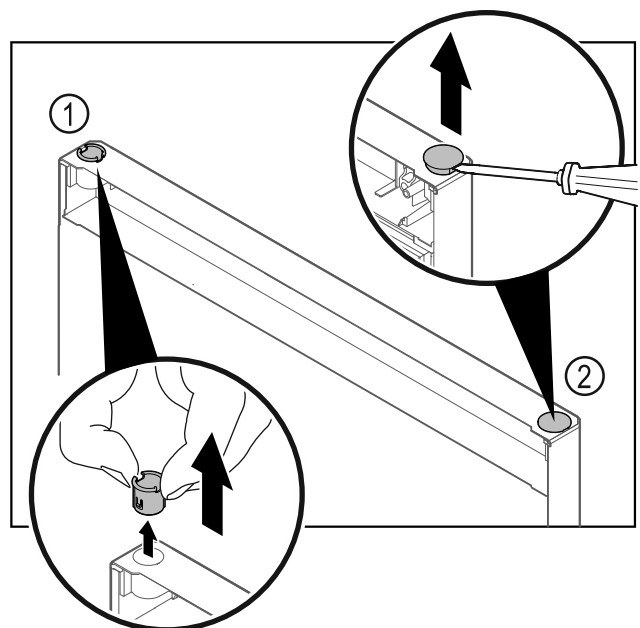

Fig. 18 Kühltteiltür
- Scharnierbuchse Fig. 18 (1) mit den Fingern herausziehen.
- Abdeckstopfen Fig. 18 (2) vorsichtig mit einem Schlitzschraubendreher anheben und herausziehen.